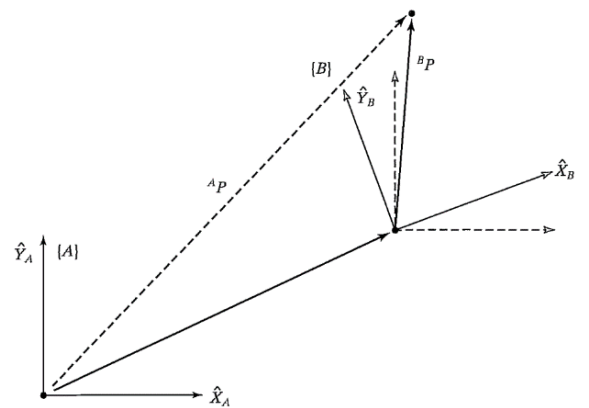

Figura 6
10. A Figura 6 mostra um sistema de referência $\{B\}$, que é rotacionado 30° em relação ao sistema de referência $\{A\}$ em torno de \hat{Z}_A , transladado 8 unidades em \hat{X}_A e transladado 3 unidades em \hat{Y}_A . Os eixos \hat{Z}_A e \hat{Z}_B apontam para fora da página.